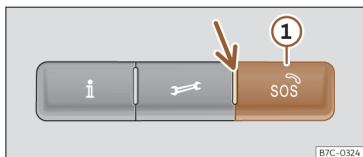

Fig. 40 Sur la console de pavillon : commandes pour les services vocaux
Les touches **i**, **☞** et **SOS** >>> **fig. 40** permettent d'exécuter les services vocaux suivants :
Sur la commande se trouve un témoin de contrôle >>> **fig. 40** (flèche). Indiquez les états suivants :
1. Maintenez enfoncée la touche d'appel d'urgence pendant quelques secondes >>> **fig. 40 ①**.
En fonction de l'équipement et du pays, le véhicule peut être équipé d'un système d'appel de secours. Dans certains pays, le système gratuit d'appel de secours public est activé par défaut. L'élément de contrôle se trouve dans la console de pavillon >>> **fig. 40.**